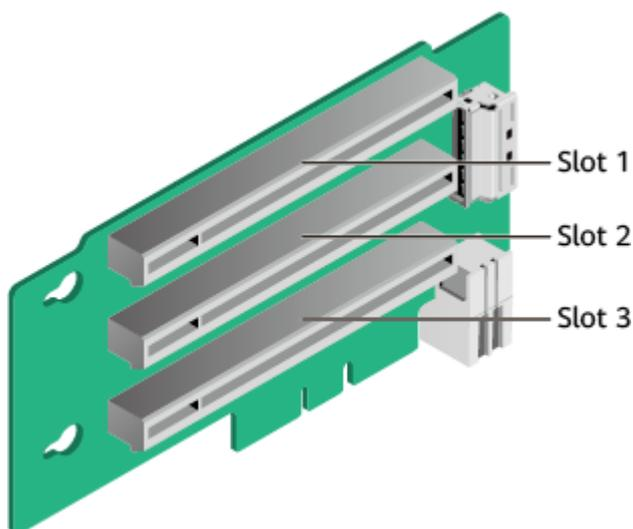
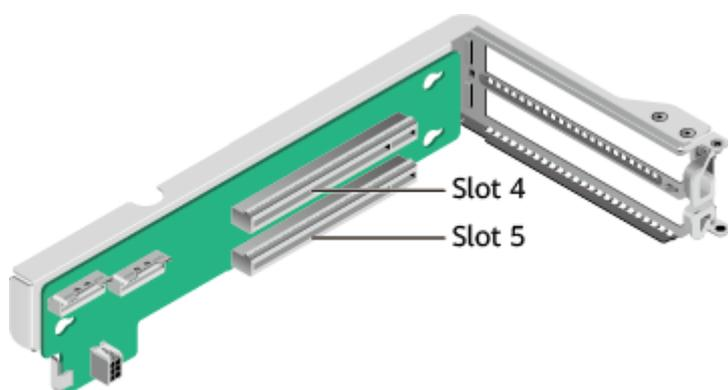

图 2-11 Riser卡1 (3x8)
图 2-12 Riser卡2 (2x8)
IO模组1和IO模组2支持的Riser卡如图 2-11和图 2-12所示。
- ◆ 图 2-11中Riser卡安装在模组1上，可同时安装两个全高半长x8 PCIe标卡和一个半高半长x8 PCIe标卡，PCIe槽位为Slot 1、Slot 2和Slot 3。
- ◆ 图 2-12中Riser卡安装在模组2上，可安装两个全高半长x8 PCIe标卡，PCIe槽位为Slot 4和Slot 5。